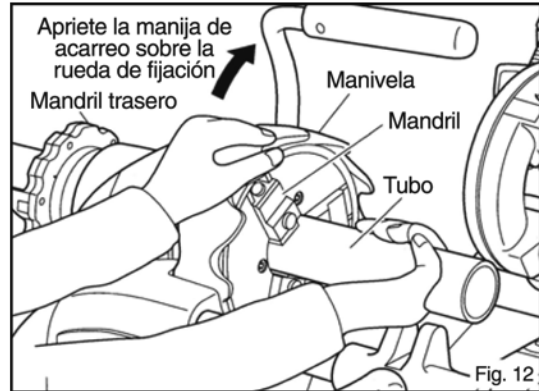

Fig. 12
6. Inserción y extracción de tubos (Fig. 12)